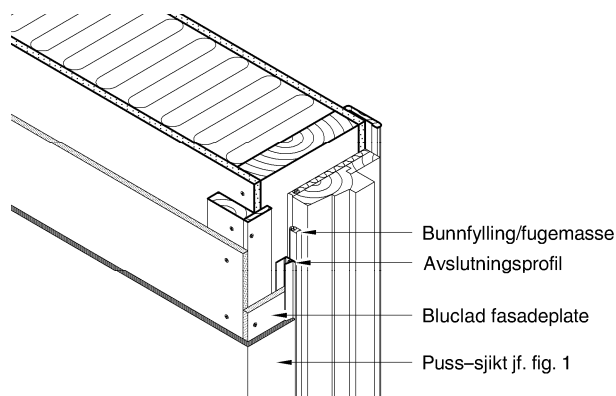

Fig. 3
- Avslutningsprofil i PVC mot vindu, sålebank, og annet kledningsmateriale. Sammen med tettemasse eller fugebånd sikrer lista tette overganger til andre materialer. Se fig. 3.